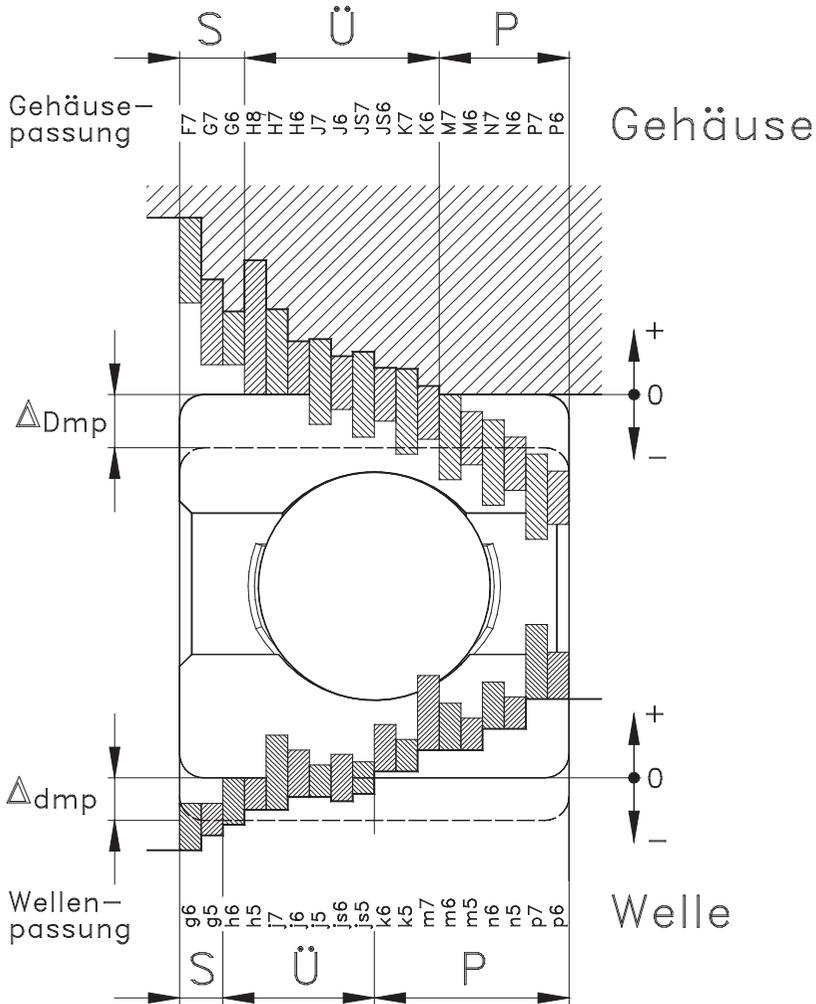

Abb. 7.2
**Abb. 7.2** zeigt schematisch das Zusammen-treffen der gebräuchlichsten im allgemeinen Maschinenbau verwendeten ISO-Toleranzfelder mit den Toleranzen eines **metrischen Radiallagers** der Normaltoleranz (Toleranzklasse **PN**).